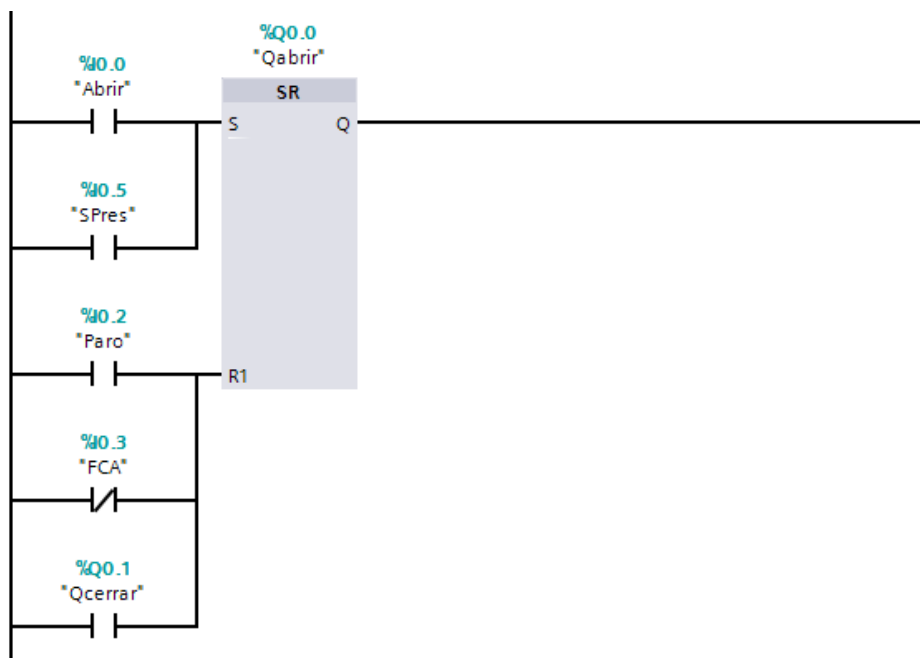

Figura 32. Segmento 1 con instrucción SR.
- De clic en la entrada R1 del bloque “SR” y luego haga clic en el icono de “Cerrar rama”, una vez que está el bloque SR creado con los contactos que hacen el set y reset, haga doble clic sobre los signos de interrogación arriba del bloque SR y escriba “Qabrir”. El segmento 1 debe quedar como se muestra en la Figura 32.